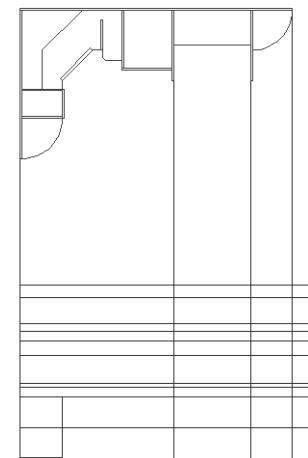

Рис. 8.9 ▼ Контур малой тумбы сформирован
8. Нажмите **Enter** для завершения команды **Обрезать** (TRIM). Результат должен быть таким, как показано на рис. 8.9.